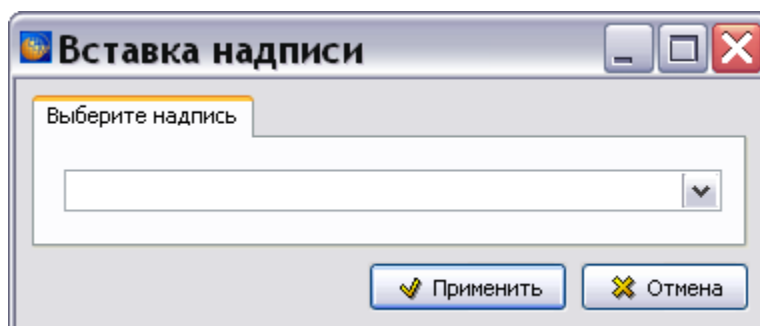

Рис. 5.32
2. Нажмите на кнопку **Вставить надпись** . После этого появится окно **Вставка надписи** (Рис. 5.32).